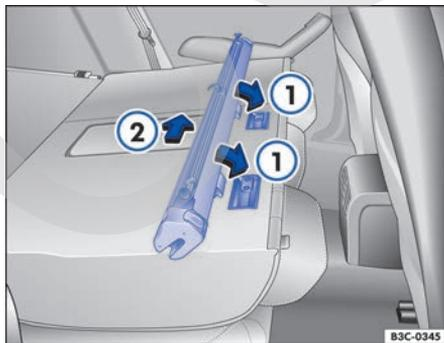

Fig. 167 Montar la red de separación en los respaldos del asiento trasero.
- Coloque la carcasa de la red en los rebajes de las guías de sujeción → fig. 167 ①.
- Empuje la carcasa de la red hacia el lado izquierdo del vehículo, en el sentido de la flecha, hasta el tope → fig. 167 ②.
- Empuje la carcasa de la red aprox. 5 cm en el sentido contrario al de la flecha → fig. 167 ②.
- Extraiga la carcasa de la red fuera de las guías de sujeción → fig. 167 ①.